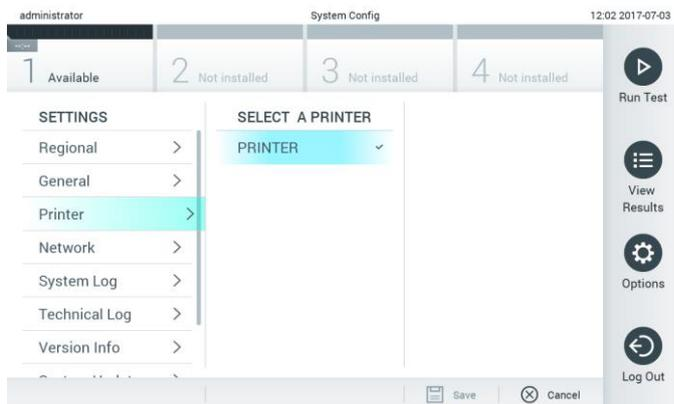

Figura 61. Seleção de uma impressora do sistema.
3. Selecione uma impressora a partir da lista de impressoras disponíveis (Figura 61).